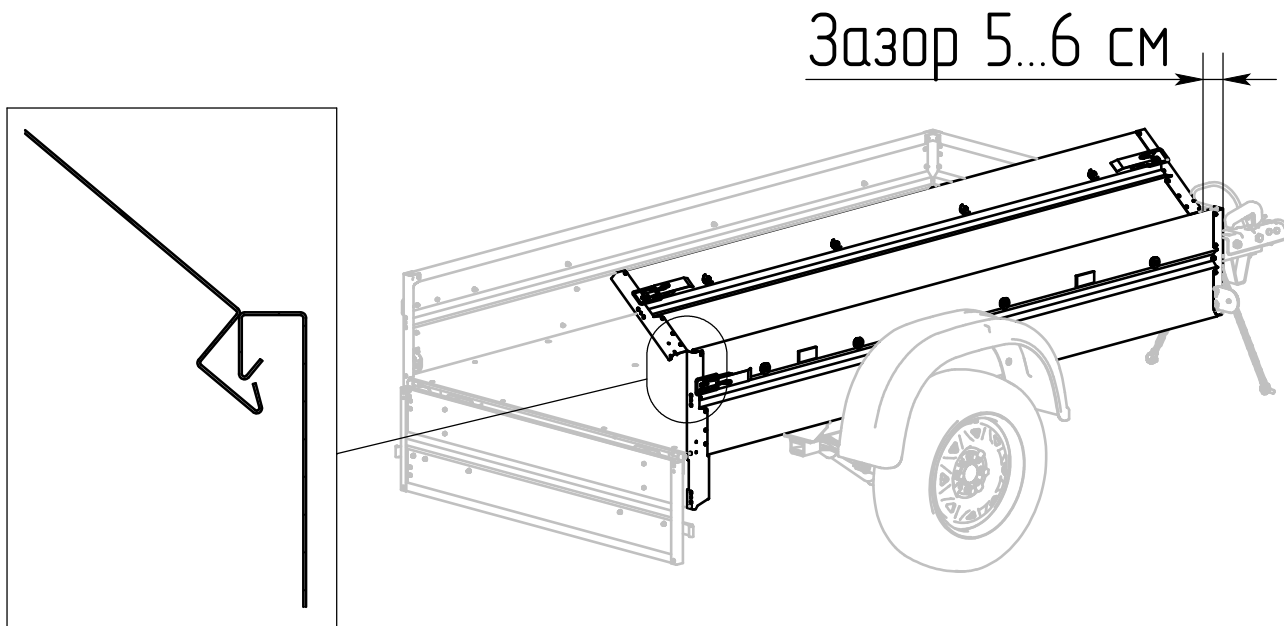

Рис. 2
5.2. Расположите борт 817710.102-03.04.000 (далее **Борт «А»**) над боковым бортом прицепа обеспечив зазор не менее 5 см от переднего края платформы. Наклоните **Борт «А»** во внутрь платформы и занесите его нижнюю кромку под загиб верхней кромки бокового борта прицепа (Рис. 2).